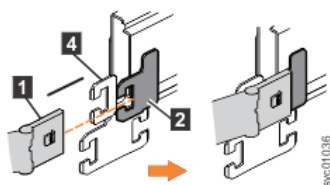

Рисунок 74. Установка внутреннего коннектора верхней части кабельного кронштейна во внутренний элемент направляющей
2. Установите внутренний коннектор верхней части кабельного кронштейна (1) во внутренний элемент левой направляющей (2) на Рисунок 74 на стр. 68.